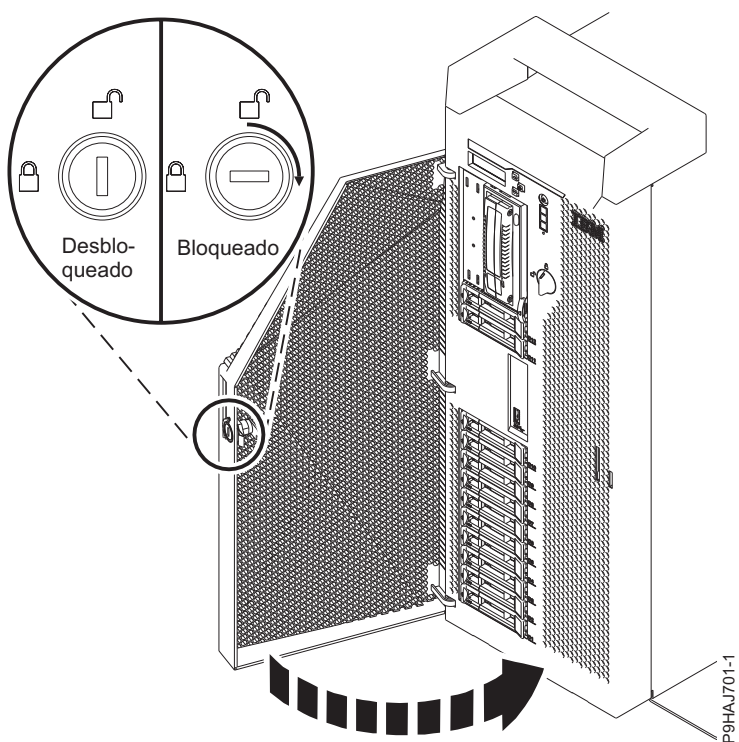

Figura 50. Cierre de la puerta frontal
5. Cierre la puerta frontal. Inserte la llave de la puerta frontal en la cerradura, tal como se muestra en la Figura 50. Gire la llave hacia la derecha (en el sentido de las agujas del reloj) para cerrar la puerta. En posición horizontal está cerrada, en posición vertical está abierta.